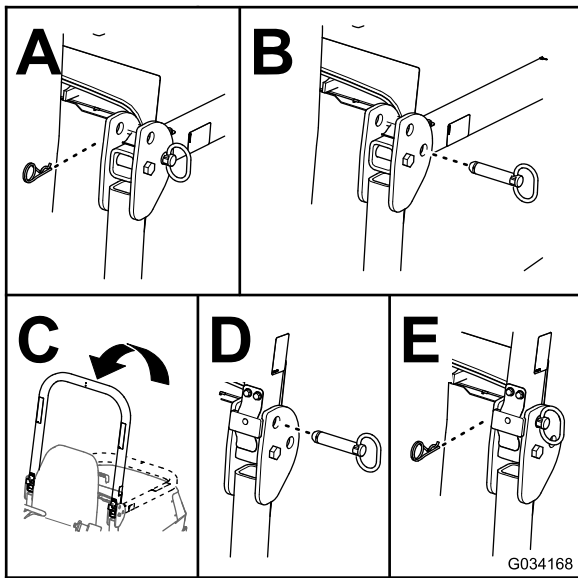

Figura 25
2. Retire las chavetas y los pasadores de la barra antivuelco (Figura 25).
3. Eleve la barra antivuelco y sujétela con los pasadores y las chavetas (Figura 25).